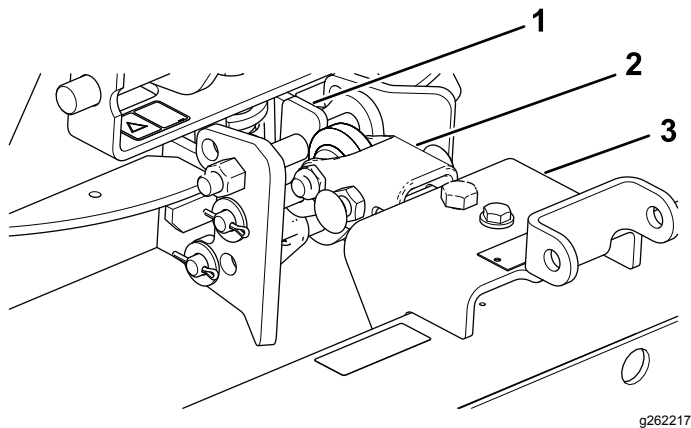

Figura 10
1. Monte o conjunto de engate de forma a que a parte plana fique na parte superior (Figura 10).
2. Monte a barra de engate no lado inferior do conjunto do suporte (Figura 10).